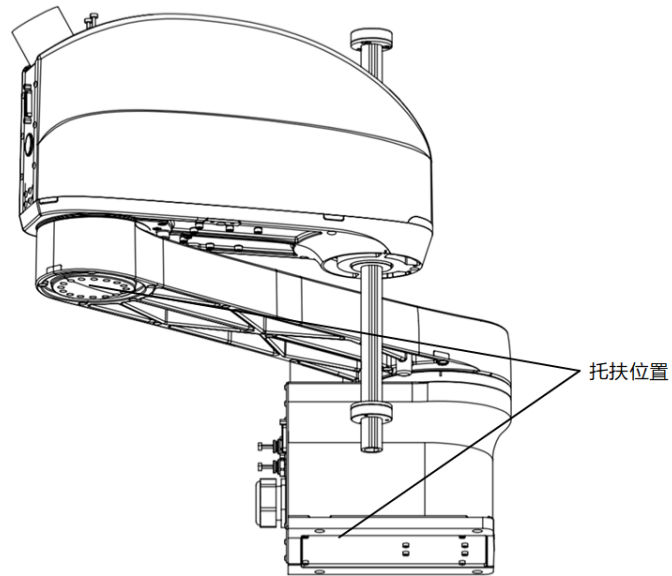

图 6-3 搬运操作机托扶位置示意图
- 搬运机器人时，请将机器人固定在搬运工具（如推车）上，或用手托住阴影部分（第1机械臂的下面和底座下面，参考图 6-3）并由 2 人以上人员进行搬运；